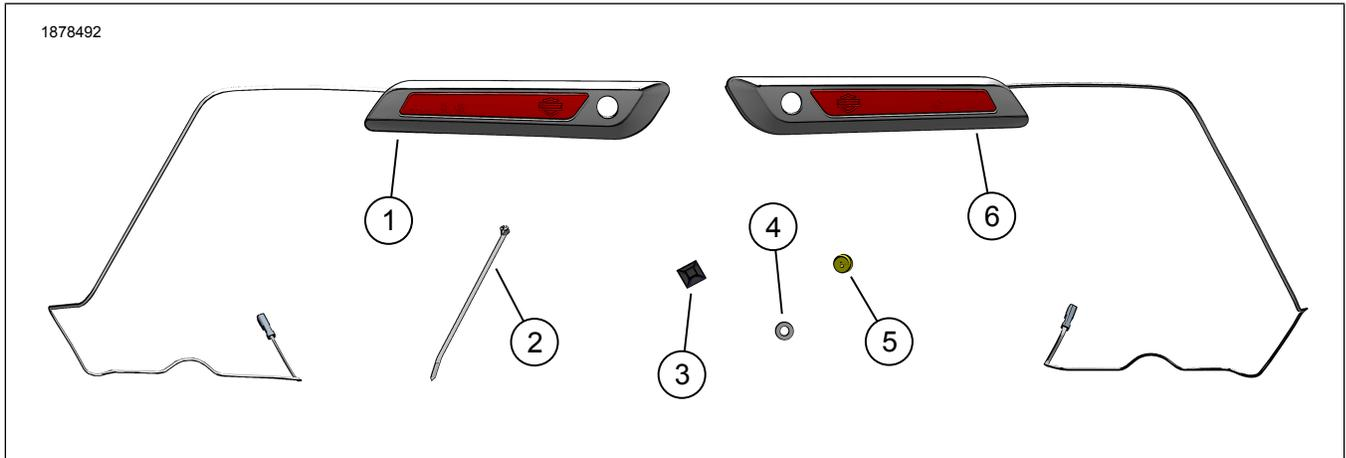
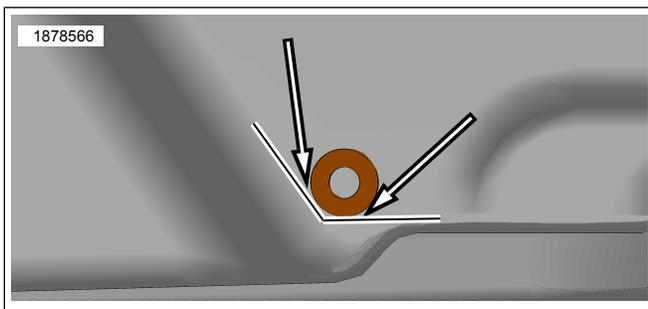
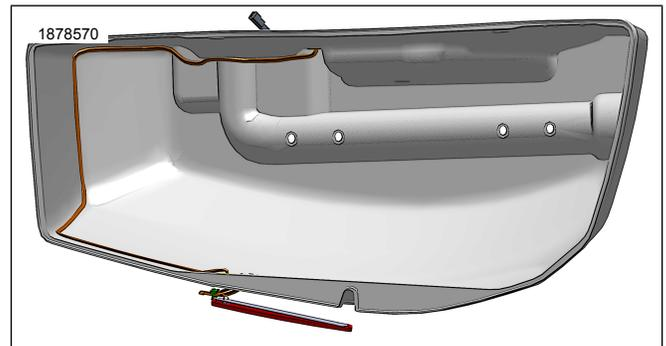

Figure 1. Contenu du kit : Kit feux latéraux pour sacoches
Figure 5. Emplacement du perçage du trou inférieur de la sacoche
Figure 6. Acheminement du faisceau
- b. Voir Figure 1 et Figure 5 . Utiliser la rondelle plate (4) du kit comme guide d'emplacement de perçage en plaçant la rondelle à plat contre la surface de la sacoche en touchant juste le rayon sur le côté et le bas de la sacoche.
Voir la figure 1. et Voir la figure 6. Acheminer le faisceau à l'intérieur de la sacoche comme indiqué sur la figure, le fixer avec des serre-câbles (2) et des systèmes d'ancrage (3) au besoin pour maintenir le faisceau en place.